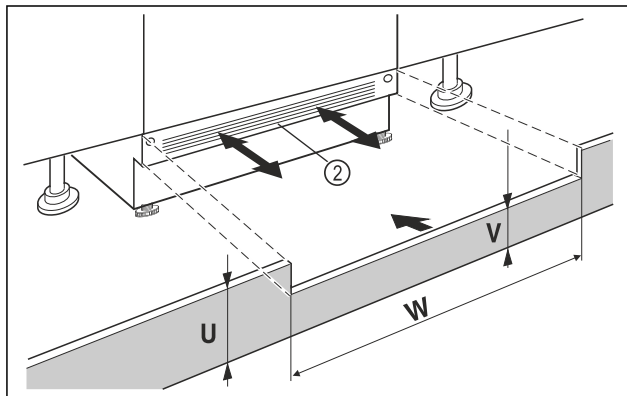

Fig. 10 Ilustrační zobrazení
- Nasadte krycí lištu spotřebiče Fig. 10 (2) ale ještě nepřipevňujte.
- U viditelné krycí lišty Fig. 10 (2) tuto lištu vytáhněte dopředu natolik, až jsou přední hrana větrací mřížky a nábytkové krycí lišty zarovnané.
- Při zakryté krycí liště Fig. 10 (2) tuto lištu zasuňte úplně dozadu.
- Dbejte a zcela volné větrací štěrby: V případě potřeby přirůzněte krycí lištu nábytku Fig. 10 (U) na potřebnou výšku!
- Podél šířky výklenku Fig. 10 (W) přizpůsobte výšku můstku Fig. 10 (V) pod krycí lištou spotřebiče Fig. 10 (2).